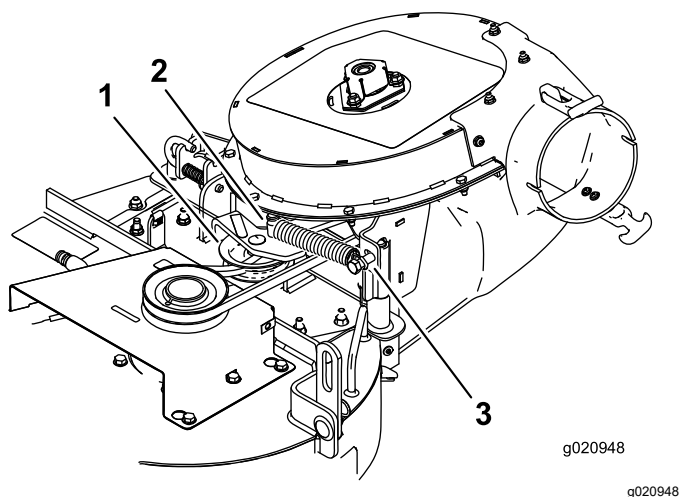

Figura 30
11. Instale el muelle sobre la clavija de la polea tensora (Figura 30).
12. Estire e instale el muelle en el perno de cuello largo (Figura 30).